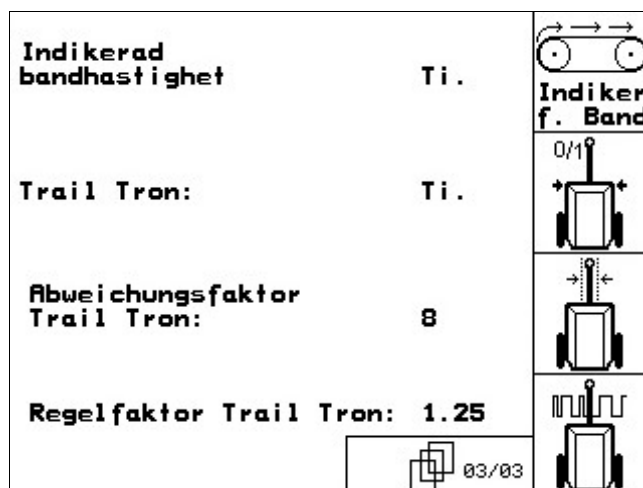

Fig. 58
- Sida 3 basdata, urval (Fig. 58):